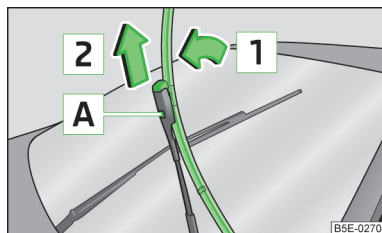

Fig. 213
- Sollevare il braccio tergicristalli dal vetro » fig. 213.